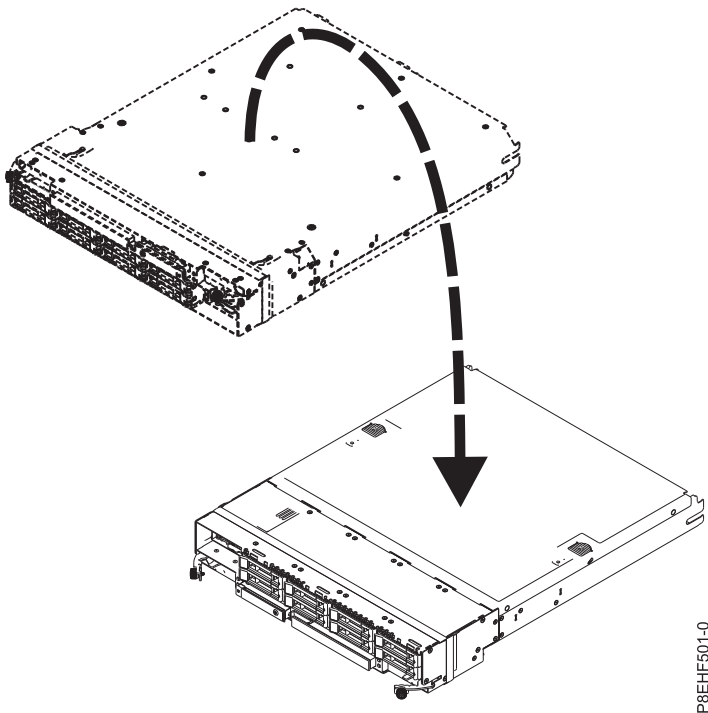

Abbildung 7. RAID-Baugruppe umdrehen
4. Drehen Sie die RAID-Baugruppe um und legen Sie sie auf eine ebene Oberfläche. Siehe Abb. 7.